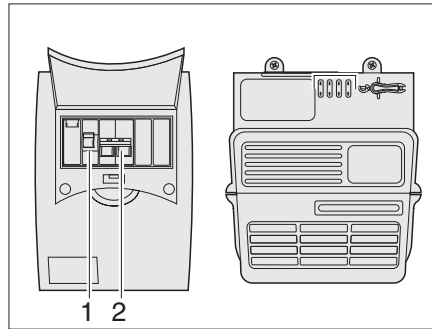

Fig. 103 Caja de fusibles 230 V
El fusible principal (Fig. 103,2) asegura la corriente de entrada de 230 V con máx. 10 A. Además, un interruptor de corriente de defecto (Fig. 103,1) está instalado en la caja de fusibles.
- Conectar y desconectar el interruptor de protección de línea de 230 V (ver Fig. 103) y el interruptor principal de la batería (ver Fig. 96) brevemente, para interrumpir el flujo de corriente.